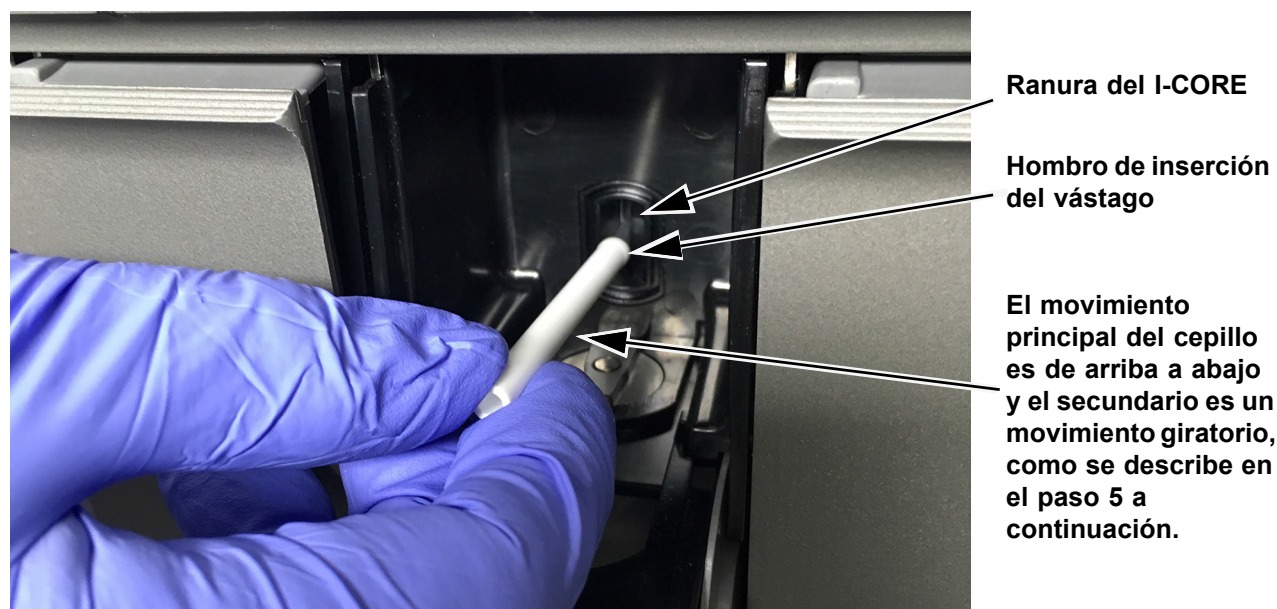

Figura 9-7. Introducción del cepillo de limpieza en la ranura del I-CORE
4. Usando guantes desechables, introduzca el cepillo inclinado en la ranura del I-CORE hasta el hombro de inserción del vástago, como se muestra en la figura 9-7.